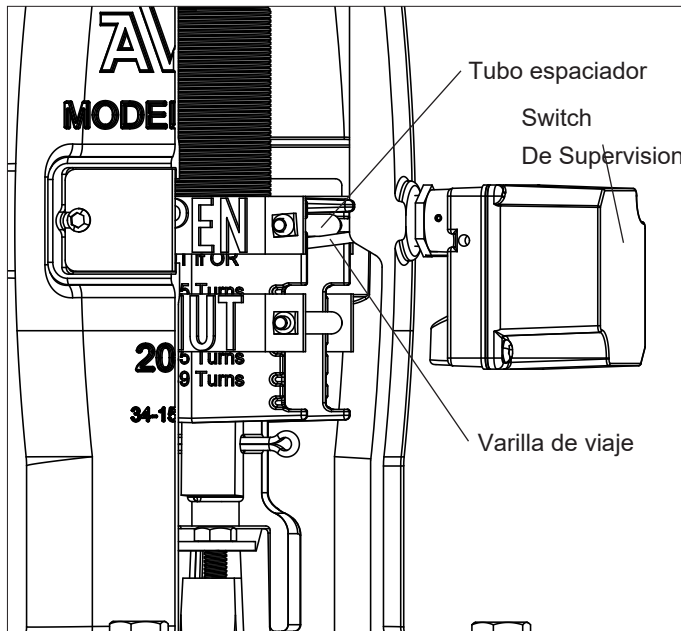

Fig. 7
2. Ajuste la longitud de la varilla de disparo del interruptor de acuerdo con las Figs. 7,8 dependiendo de la instalación. Consulte las "notas de instalación" a continuación.
Para una válvula "abierta a la izquierda" en la posición "abierta" y el switch de supervisión debe dispararse cuando la válvula está cerrada, el interruptor de supervisión debe montarse de modo que la varilla de disparo del switch esté colocada para tocar la parte inferior del espaciador de señal superior tubería como se muestra en la Fig.7